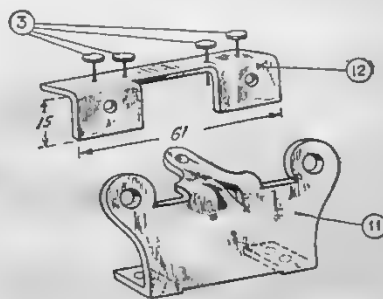

Рис. 4
7) Коллекторный механизм (рис. 4) состоит из трех контактных пластин одной наглухо прикрепленной к клемме минус (15), имеющей с обеих сторон плоские контакты. Ее обхватывают две контактные пластины (16) с конусными